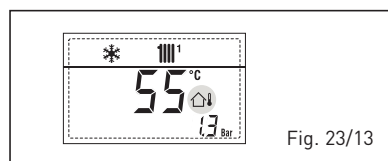

Fig. 23/13
– **INTERVENÇÃO TERMÓSTATO DE SEGURANÇA PRIMEIRA ZONA MISTURADA “ALL 20” (fig. 23/14)**